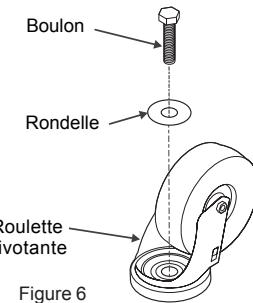

Figure 6
- Placez une rondelle sur l'un des quatre boulons longs et faites passer le boulon dans le trou de l'une des roulettes pivotantes (Fig. 6).